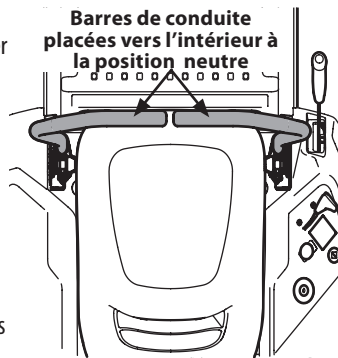

Figure 27
2. Tirez les barres de conduite vers l'intérieur à la position neutre. Le frein de stationnement sera désengagé. Voir Figure 27.